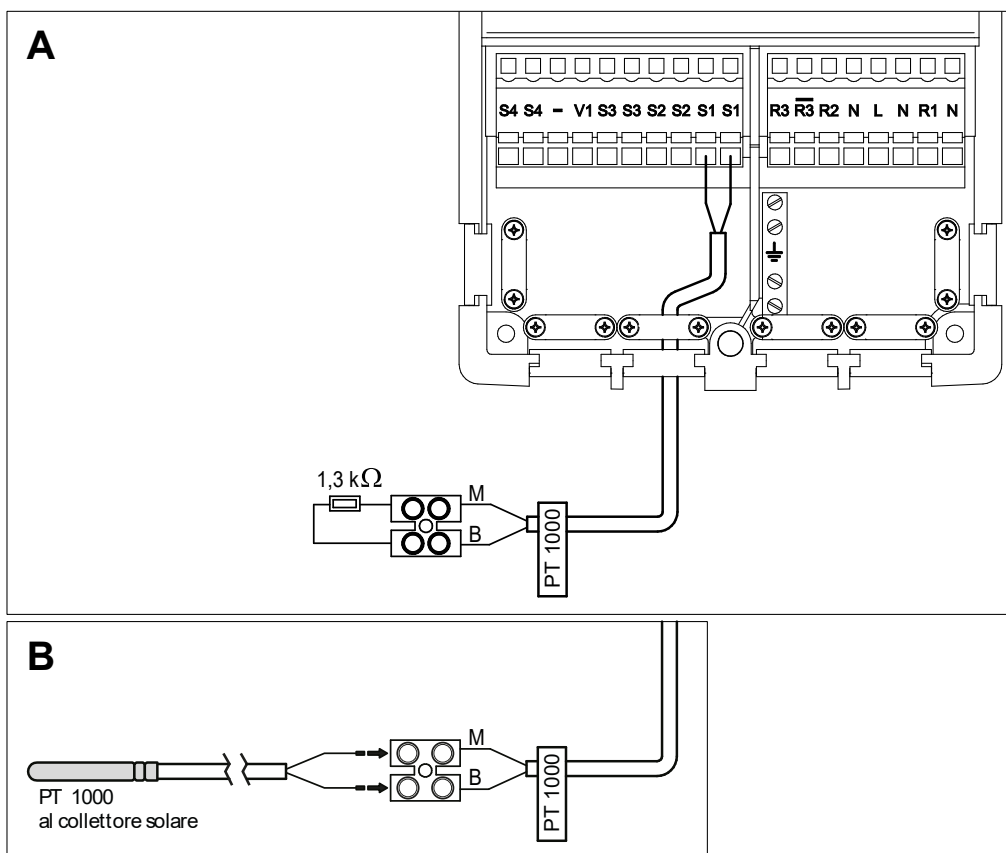

fig. 26
- Scollegare la resistenza da 1,3 kOhm (vedi riquadro **A** fig. 26) e collegare la sonda PT1000 del collettore solare (vedi riquadro **B** fig. 26)